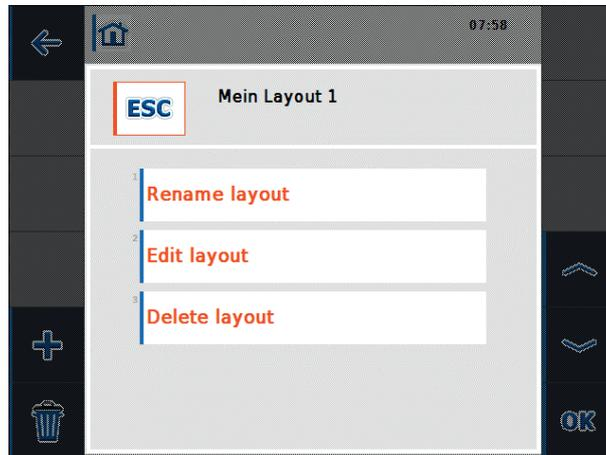

Figure 6-3: Menu contextuel de la mise en page
-  Le menu contextuel de la disposition (voir Figure 6-3 ) de la disposition sélectionnée dans la liste s'ouvre.
Le menu contextuel en Figure 6-3 offre la possibilité de renommer la mise en page sélectionnée, de la modifier et de la supprimer :